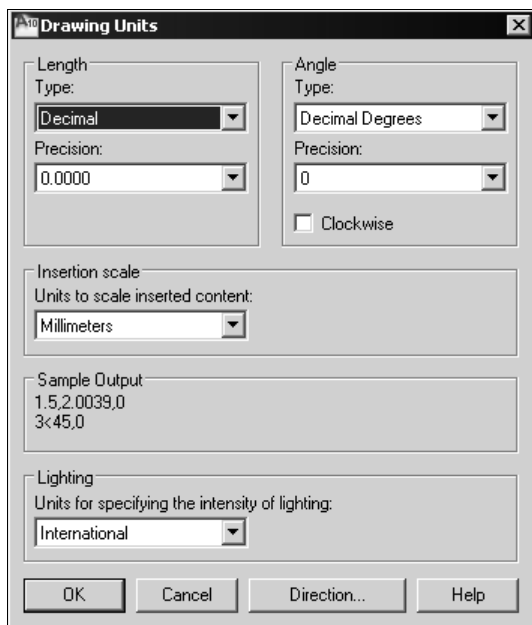

Рис. 4.1. Диалоговое окно **Drawing Units**
1. Откройте меню приложения щелчком на кнопке  в левом верхнем углу окна программы и выберите в нем **Drawing Utilities** (Утилиты рисунка), а затем щелкните на строке **Units** (Единицы). Появится диалоговое окно **Drawing Units** (Единицы рисунка) (рис. 4.1).